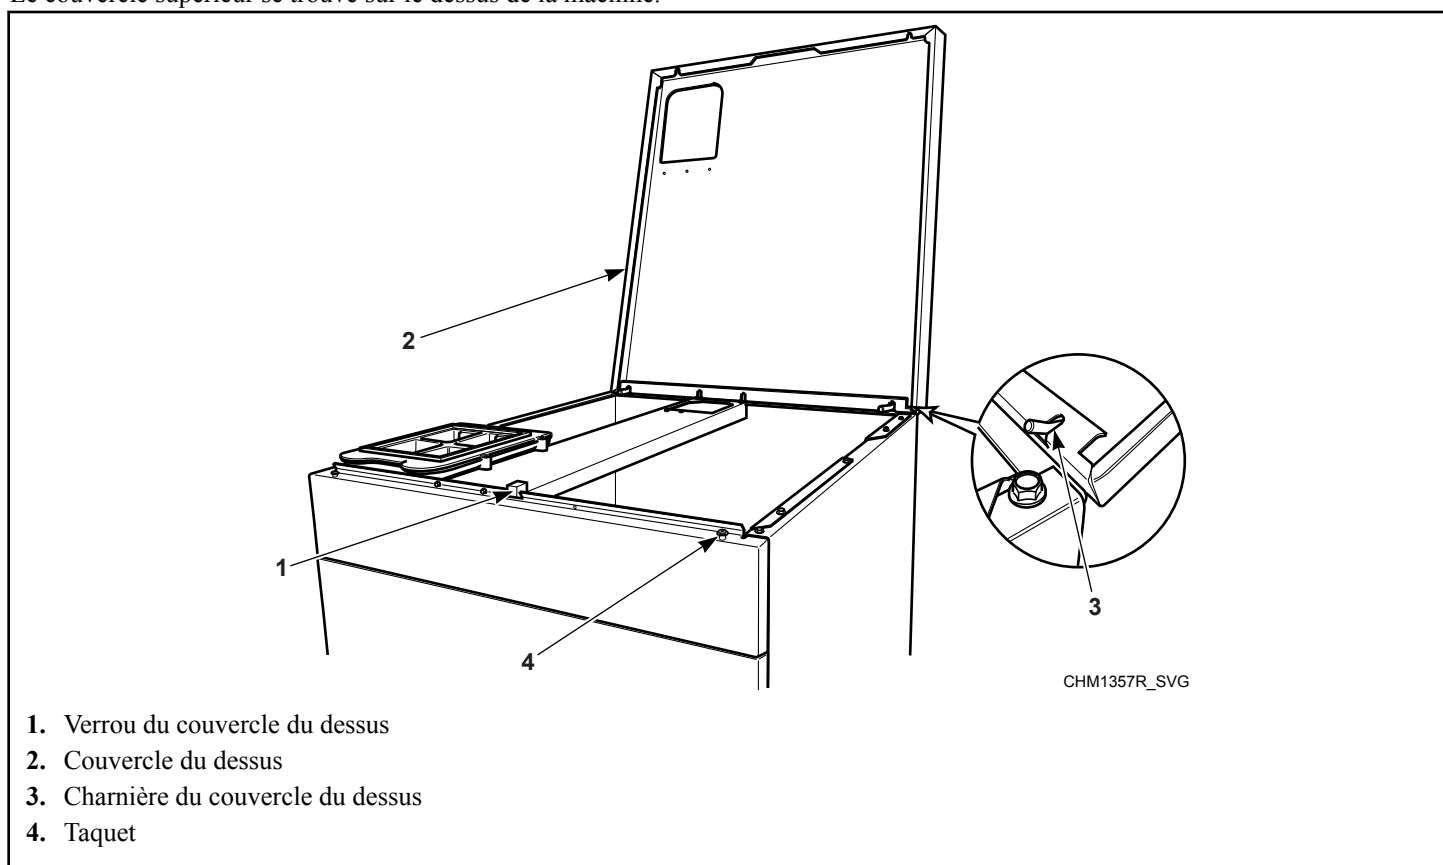

Figure 2
3. Soulever le couvercle du dessus. Pour le retirer complètement, soulever le couvercle du dessus en le dégageant des charnières. Se reporter à la *Figure 2*.